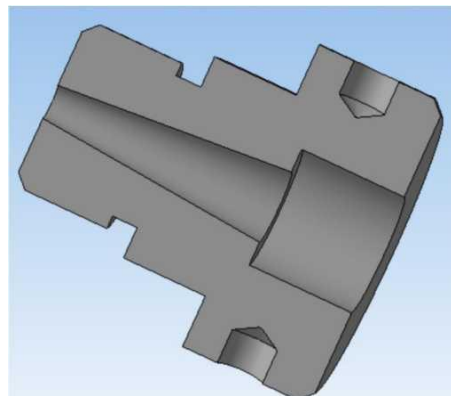

Рисунок 9.
7. Для точной проверки всех внутренних размеров детали сделаем вырез по плоскости ZY , для чего на панели инструментов **Компактная** выберем **Редактирование детали 1** и нажмем кнопку **Сечение поверхностью 2** и выберем плоскость ZY **3**, рисунок 9.